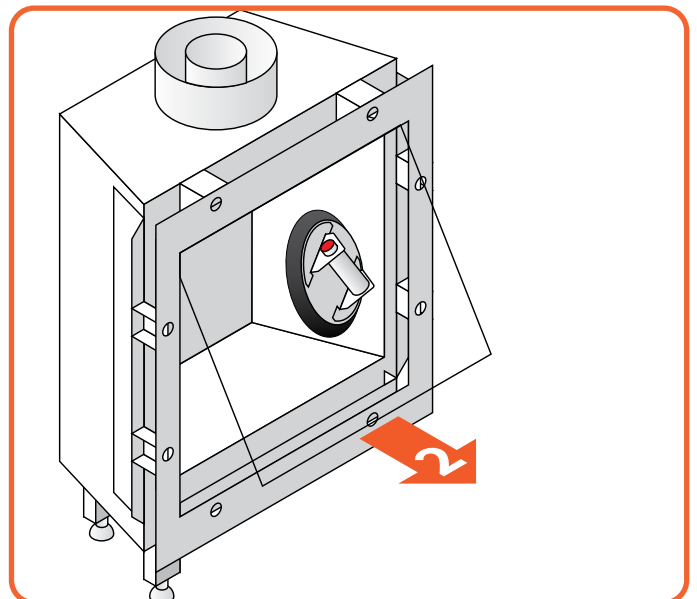

Figure 9.6 | Kippen Sie das Glas vorsichtig heraus
- Setzen Sie den Saugnapf auf das Glas und stellen Sie sicher, dass er richtig angesaugt ist, damit er sich nicht löst. (Siehe Abbildung 9.6)